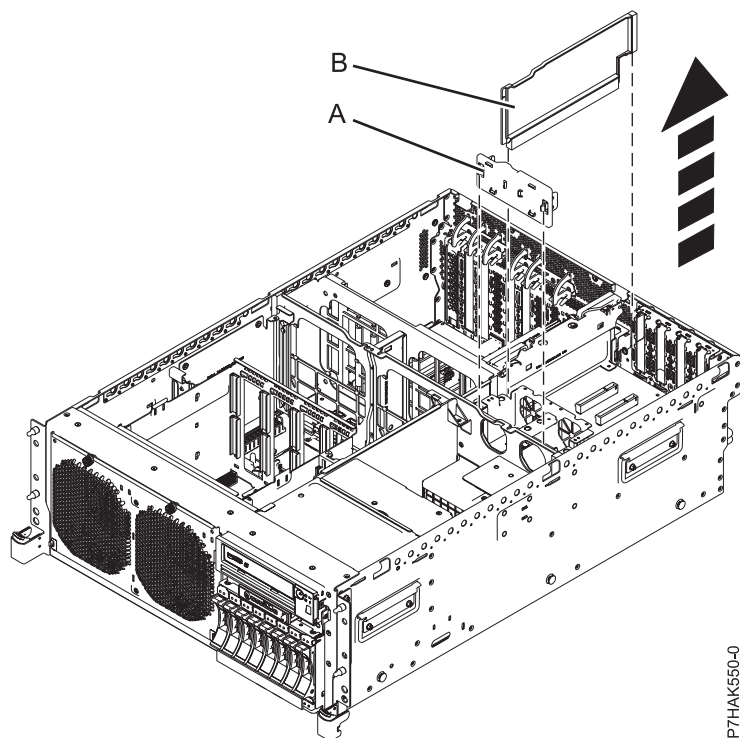

Figure 38. Retrait des grilles d'aération de carte d'extension dans une unité centrale montée en armoire
10. Saisissez et retirez la grille d'aération en plastique noir (**B**) qui sépare la baie de la carte d'extension des cartes PCI insérées. Voir figure 38, à la page 47.